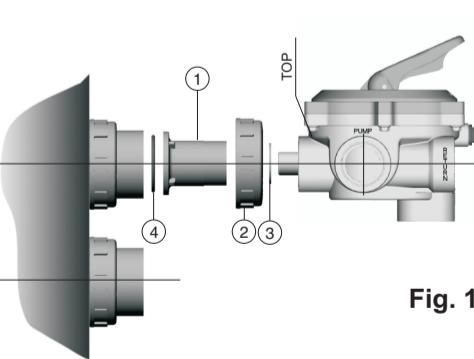
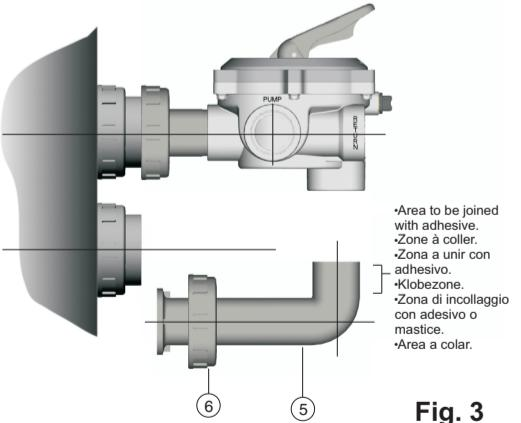

Fig. 1
Fig. 3
- Montare il coperchio posizionandolo in modo che coincidano i segni di riferimento (coperchio-corpo, si veda fig. 1).
- Terminare la chiusura della valvola utilizzando viti e dadi (si veda fig. 1).
- Stopfen so anbringen, dass die Markierungen von Stopfen und Körper zusammen treffen (siehe Fig. 1).
- Ventil mithilfe der Schrauben und Muttern komplett schließen (siehe Fig. 1).
- Montar a tampa posicionando-a de forma a que coincidam nas marcas (Tampa-corpo, ver fig.1).
- Terminar o fecho da válvula utilizando as porcas e parafusos (ver fig.1).
- Avvitare il manicotto (1) alla valvola selettrice all'imboccatura indicata con TOP, avendo, in precedenza posizionato la guarnizione piana (3) a la flangia (2) come previsto in fig. 1. Serrare fortemente il manicotto (1) per ottenere una tenuta stagna.
- Collegare la valvola all'imboccatura superiore del filtro, avvitando leggermente la flangia (2) in modo che la valvola possa ruotare. Assicurarsi di aver collocato l'O-Ring (4) nel suo alloggiamento prima di avvitare la flangia (2).
- Si provvederà ad allineare la valvola con le uscite del filtro montando il gomito (5) e la flangia (6) (vedi fig. 3) senza incollarle.
1. Einlegeteil (1) in den mit TOP beschrifteten Eingang des Mehrwegventils einschrauben, zusammen mit der Flachdichtung (3) und nach Auflegen des Mutter (2), gem. Abb. 1. Einlegeteil (1) fest andrehen um die Dichtheit sicherzustellen.
3. Ventil mit den Filteranschlüssen auf Linie bringen und das Knie (5) mit der Mutter (6) befestigen, gem. Abb. 3, jedoch noch nicht verkleben.